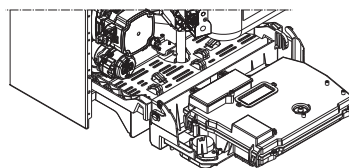
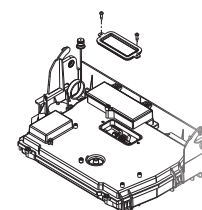
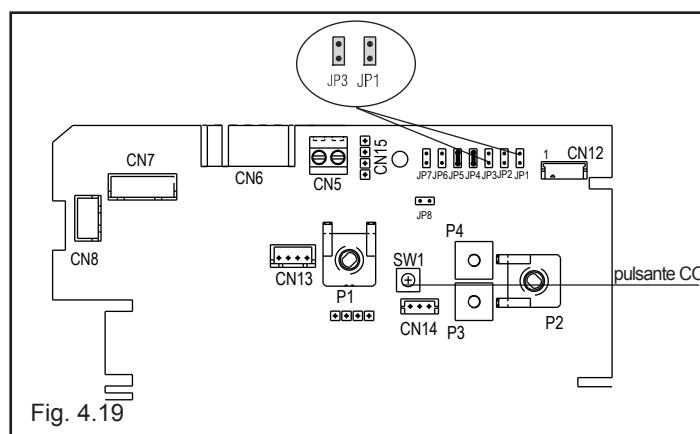

Fig. 4.17
Fig. 4.18
Fig. 4.19
- sollevare, quindi ruotare il cruscotto verso di sé (fig. 4.17)
- rimuovere il coperchietto morsettieria agendo sulle viti di fissaggio (fig. 4.18)
- inserire i jumper JP1 e JP3 (fig. 4.19)
- premere il pulsante CO (fig. 4.19) e passare alla taratura del parametro successivo.
- Rimuovere il mantello, sganciare e abbassare il cruscotto verso di sé (Fig. 4.17) e rimuovere il coperchietto morsetti (fig. 4.18) per accedere al pulsante "CO" (Fig. 4.19).
- sollevare, quindi ruotare il cruscotto verso di sé (fig.4.17)
- rimuovere il coperchietto morsettiera (fig. 4.18) svitando le viti di fissaggio
- inserire i jumper JP1 (Fig. 4.19)